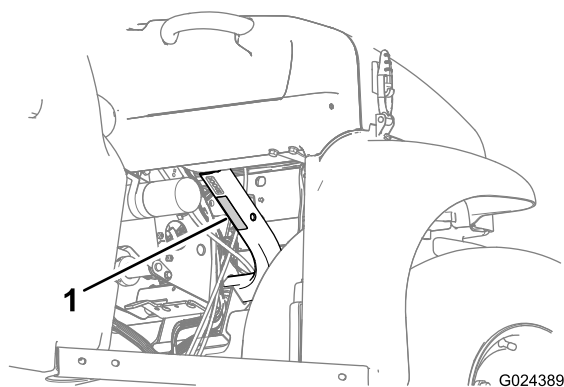

Рисунок 19
- Соблюдайте грузоподъемность машины и ограничивайте вес перевозимого в кузове груза, как описано в разделе Технические характеристики (страница 21) и на табличке полной массы машины (Рисунок 19).